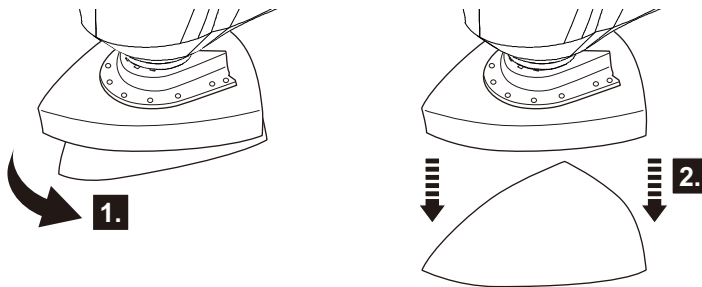

Fig. 2
- > Sujete una esquina de la hoja de papel de lijado (11) y tire de ella para retirarla de la placa base (7) (Fig.2).